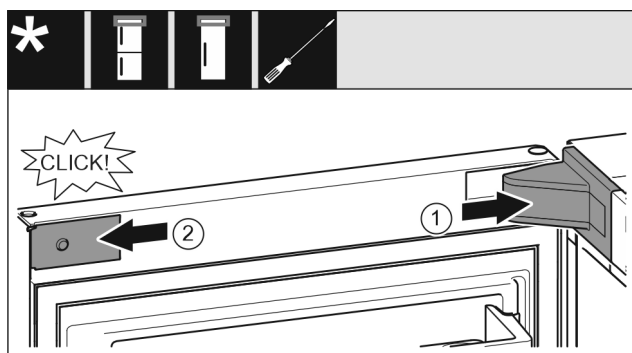

Fig. 21
- Applicare e innestare la copertura del blocco di supporto Fig. 21 (1), eventualmente staccarle l'una dall'altra con cautela.
- Applicare la maschera Fig. 21 (2) sui lati e innestarla.